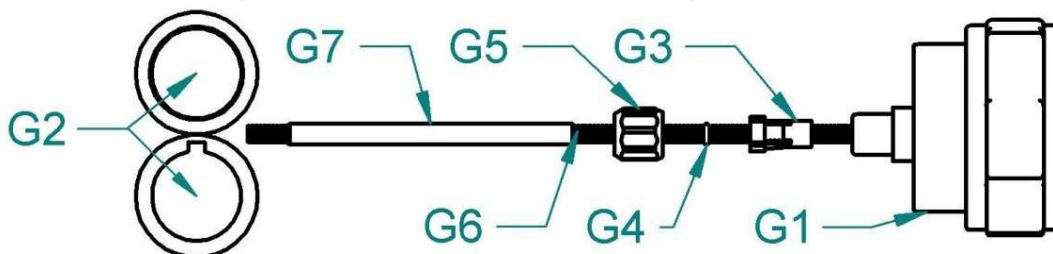

Abb. 4
3. Schneiden Sie das am Rand der Wickelrolle befestigte Drahtende ab und schieben es in der Drahtseele (Abb. 4, Pos. E3) über die Drahtvorschubrolle (Abb.4, Pos. E3) und etwa 5 cm in das Rohr des Konnektors EURO (Abb.4, Pos E4). Kontrollieren Sie ob der Draht durch die richtige Rille der Drahtvorschubrolle führt.
4. Kippen Sie die Andruckrollen so herunter (Abb. 4 Pos. E2), damit die Zähne ineinander greifen und bringen Sie die Spannmutter (Abb.4, Pos. E1) in senkrechte Lage.
5. Stellen Sie den Druck der Spannmutter so ein, dass ein problemloser Transport des Drahtes gewährleistet ist, wobei der Draht nicht deformiert werden darf. Die Stellschraube befindet sich unter der PVC-Schraube (Abb. 4, Pos.E1).